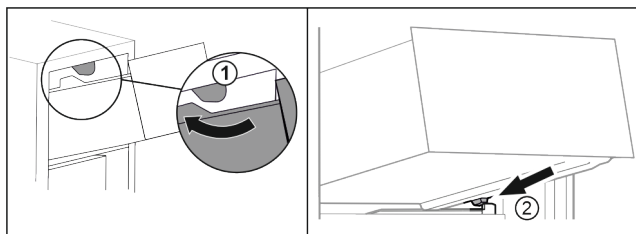

Fig. 23
- ▶ Ved'te zásuvku podél horních zarážek. Fig. 23 (1)
- ▶ Nasad'te zásuvku šikmo za dolní zarážky na žebrování na nádoby. Fig. 23 (2)